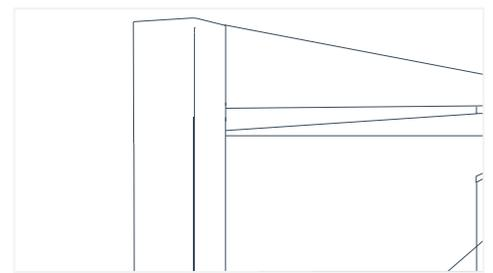

Fig. 35
17. Faites chevaucher la moulure en J verticale de 3/4 po sur le dessus de la moulure de finition pour obtenir une intersection esthétique au coin (Fig. 35).